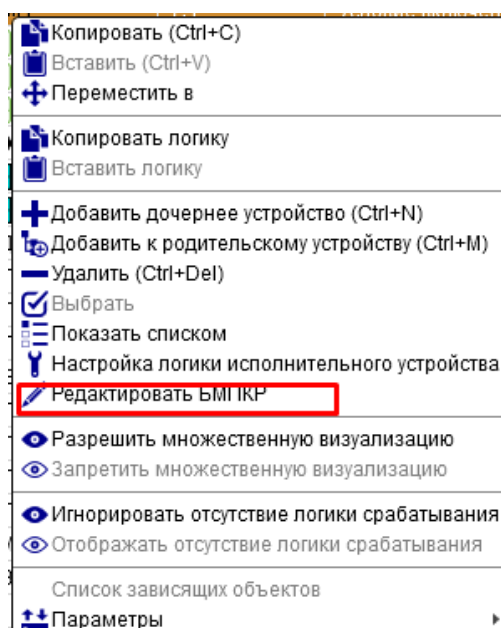

Рисунок 3.28 – Контекстное меню БМП
3. Выбрать пункт **Редактировать БМПКР** (рисунок 3.28).